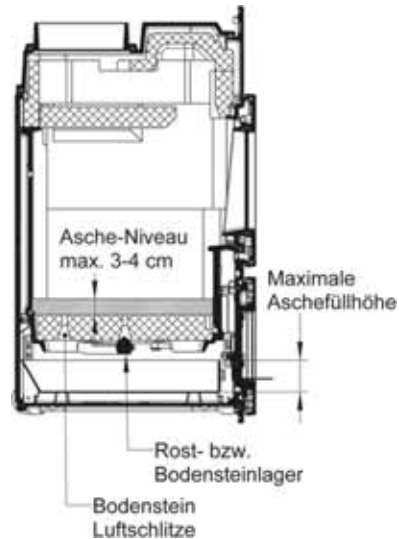

Abb. 3.6 Situation Bodenstein
- Die eigentliche Entaschung erfolgt über die Stehplattenöffnung (siehe Abb. 3.6) in den vorgezogenen Aschekasten.